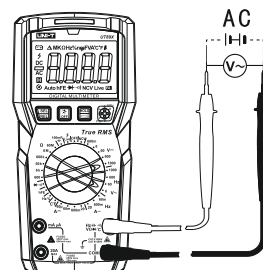

Рис. 4
9.2 Измерение переменного напряжения (Рис. 4)